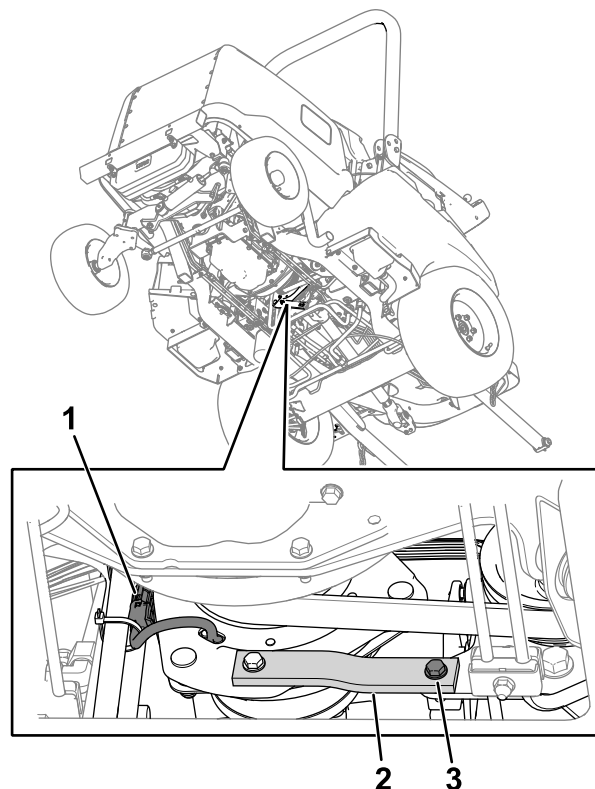

Рисунок 75
2. Отсоедините разъем жгута проводов сцепления от жгута проводов машины (Рисунок 75).
3. Снимите болт, шайбу и гайку с резинометаллических полос (Рисунок 75) на раме.